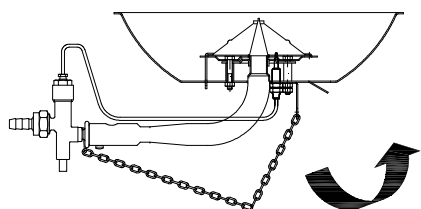

Fig. 12
- Una vez esté el aparato en la posición indicada en la Fig.12 sacudirlo ligeramente (incluso golpeando ligeramente en el codo del tubo) a fin de que el polvo se desprenda de las paredes del tubo.
- Hold the system in the position indicated in Fig.12. Lightly tap the tube to free any dust that has built up on its walls, alternating with shaking the system.
- Mettre l'appareil dans la position indiquée sur la Fig. 12. Taper légèrement sur le tube afin de décoller la poussière déposée sur les parois de celui-ci, en secouant l'appareil de temps à autre.